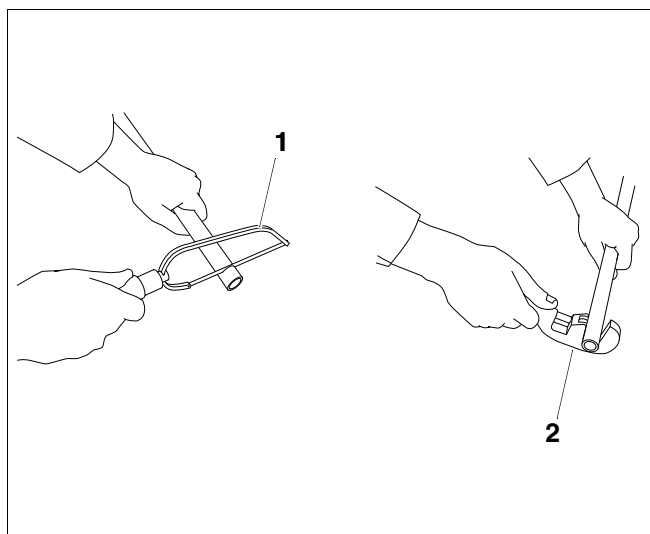

Fig. 1 Tăierea la dimensiune
- Tăiați perpendicular țeava de cupru cu un ferăstrău pentru metale sau cu un tăietor cu role pentru țeavă (Fig. 1, Poz. 1 și 2).